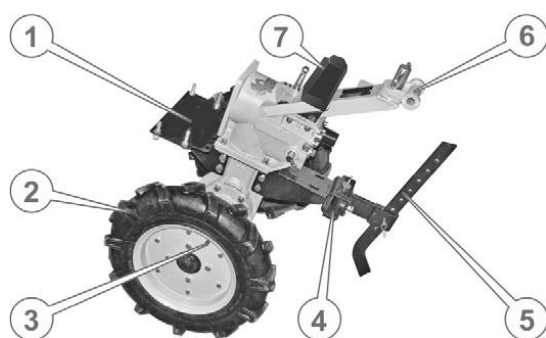

Рис. 4.2.
7. Поставить центральный узел на колеса, удерживая его от падения вперед или назад. Установить в прицепную цапфу регулятор глубины обработки почвы, зафиксировать его пальцем и шплинтом, поднять регулятор в крайнее верхнее положение и опереть на него собираемый мотоблок (см. рис. 4.2.).